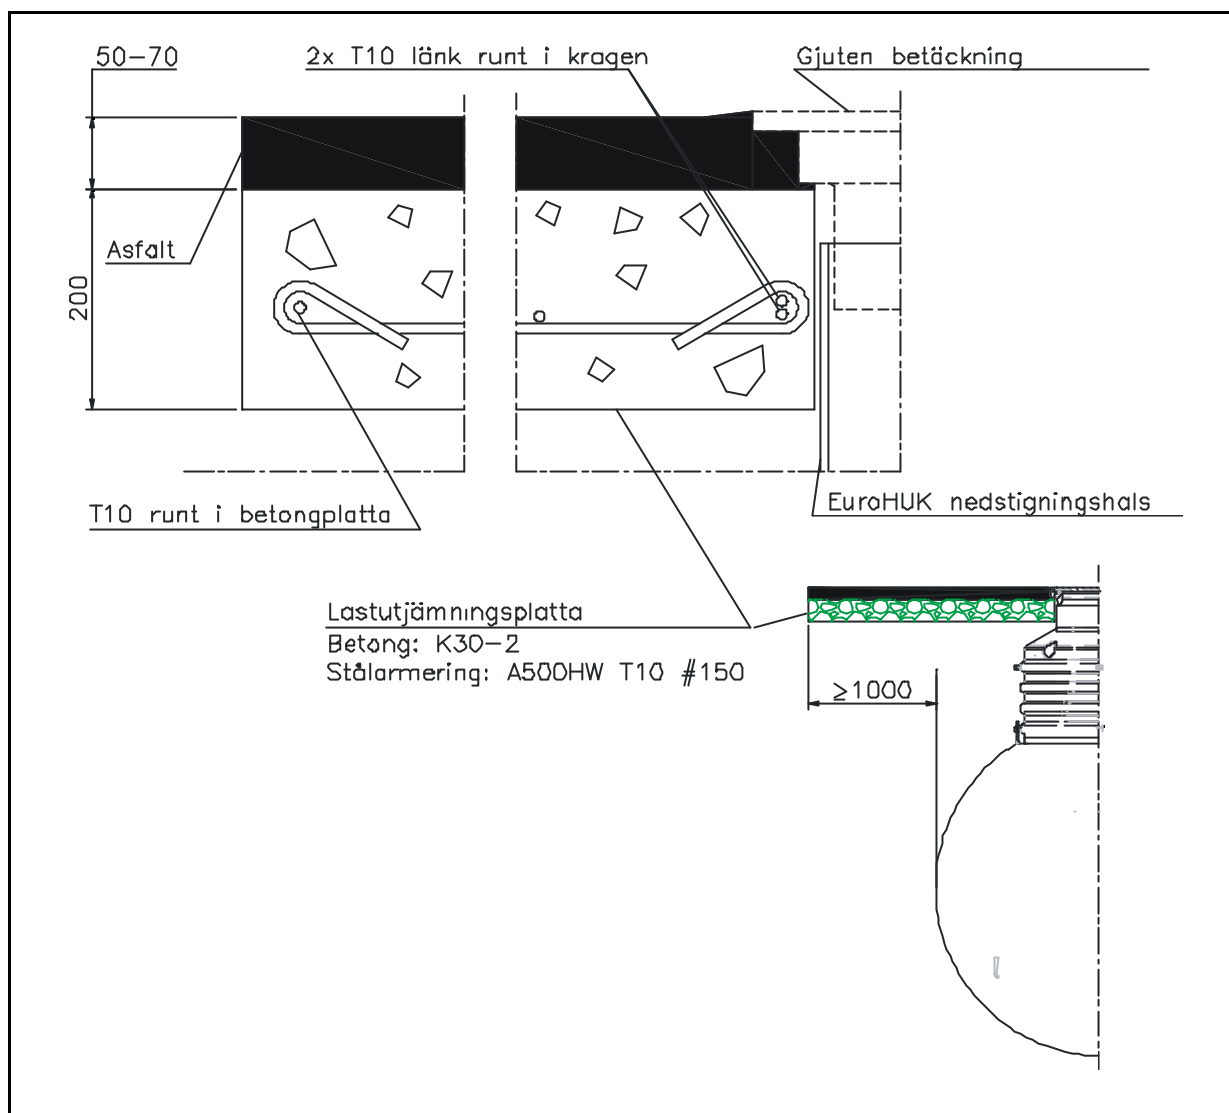

Bild 5. Tryckutjämningsplattans konstruktion
8. På områden med medeltung och tung trafik gjuts en stålbetongplatta och asfalt för att utjämnas belastningen från hjultryck (*Bild 5*)